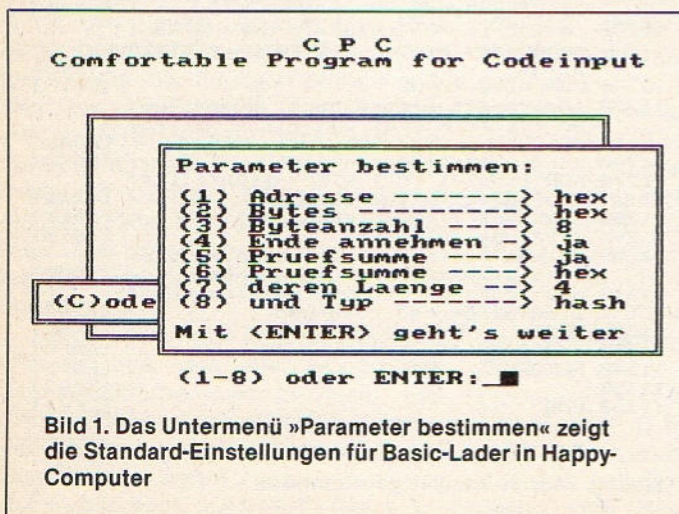

Bild 1. Das Untermenü »Parameter bestimmen« zeigt die Standard-Einstellungen für Basic-Lader in Happy-Computer
- Das Unterprogramm »Parametereingabe« arbeitet komfortabler und ist dadurch einfacher einzustellen. Die einzelnen Punkte sind numeriert. Ein Druck der jeweiligen Zifferntaste wechselt die Einstellungen (zum Beispiel von »hex« auf »dez«), wie Sie in Bild 1 sehen können.
<8> Prüfsummentyp. Viele Basic-Lader verwenden Prüfsummen des Typs »Add«, also eine einfache Addition aller Bytes einer Zeile. Die »CPC«-Lader verfügen jedoch über eine Hash-Prüfsumme, die Fehler und Vertauschungen erkennt. Falscheingaben sind hier fast unmöglich. Die Parameter des in Happy-Computer verwendeten Eingabeformats sehen Sie in Bild 1.